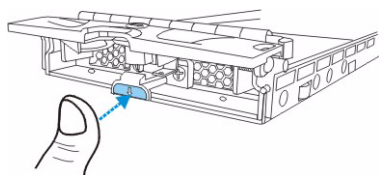

Figura 6.2 Abertura da capa dianteira da bandeja de drive
2. Abra a capa dianteira na bandeja de drive, puxando o botão à frente da bandeja de drive. O botão é de fácil acesso. (Ver *Figura 6.2*)